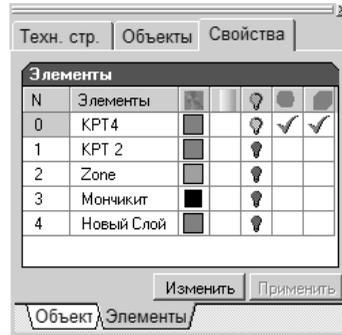

Рис. 9.1. Создание блочной модели с помощью Менеджера объектов
2. Установкой галочки в соответствующей колонке и нажатием кнопки **Применить** в **Менеджере объектов** (рис. 9.1).